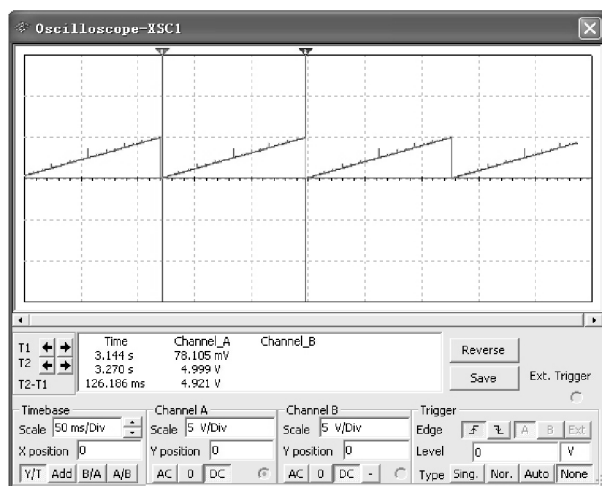

图 6-70 示波器显示的电压波形
(2) 单击仿真开关激活电路。调整 1kΩ 电位器,使 DAC 输出电压尽量接近 5V,这时 DAC 的满度输出电压设置为 5V。
(3) 双击示波器图标,打开示波器面板,观察示波器显示的电压波形(见图 6-70)和电压表指示值的变化。